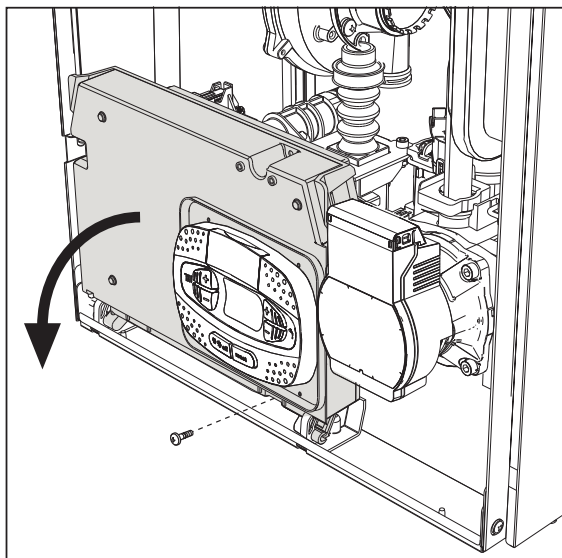
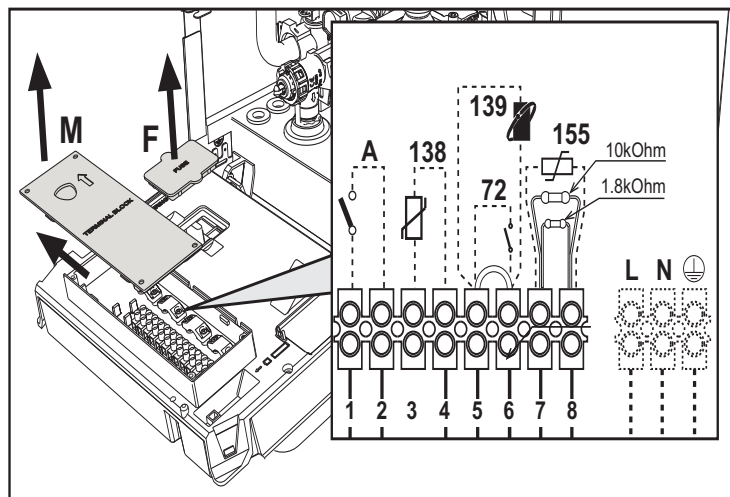

fig. 20
fig. 21
Dopo aver tolto il pannello frontale (*** 'Apertura del pannello frontale' on page 33 ***) è possibile accedere alla morsettiera (M) e al fusibile (F) seguendo le indicazioni descritte di seguito (fig. 20 e fig. 21). **I morsetti indicati nella fig. 21 devono essere a contatti puliti (non 230V).** La disposizione dei morsetti per i diversi allacciamenti è riportata anche nello schema elettrico alla fig. 58.
Configurazione Interruttore ON/OFF (A fig. 21)